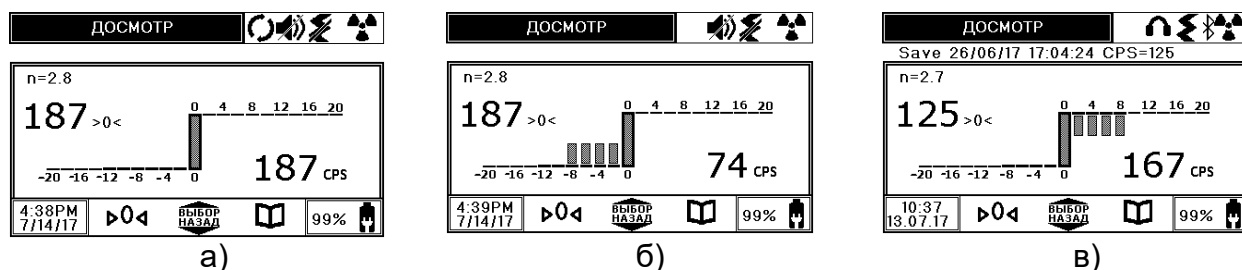

Рисунок 2.9 – Экранная форма по умолчанию в *режиме досмотра*
- **базовая.** Значение калибровки поверхности  $\triangleright 0 \triangleleft$  принято за нулевой уровень. Относительное изменение скорости счета отклоняется на гистограмме в сторону уменьшения (вниз) или увеличения (вверх) (рисунок 2.9).